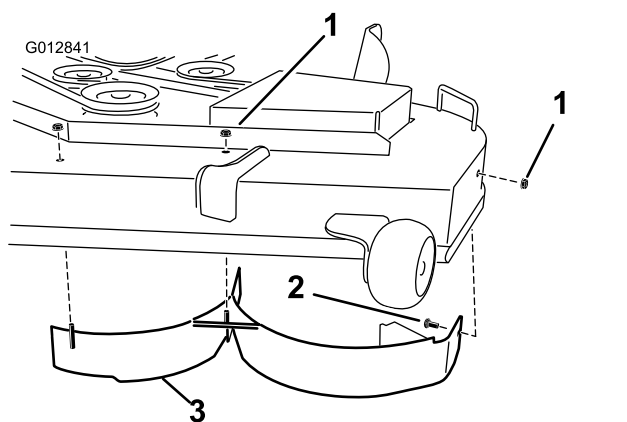

Figure 13
- **Plateaux de 122 cm :** fixez le déflecteur gauche à l'aide de 3 écrous (5/16") et de 1 boulon de carrosserie (5/16" x 3/4"), comme montré à la Figure 13.